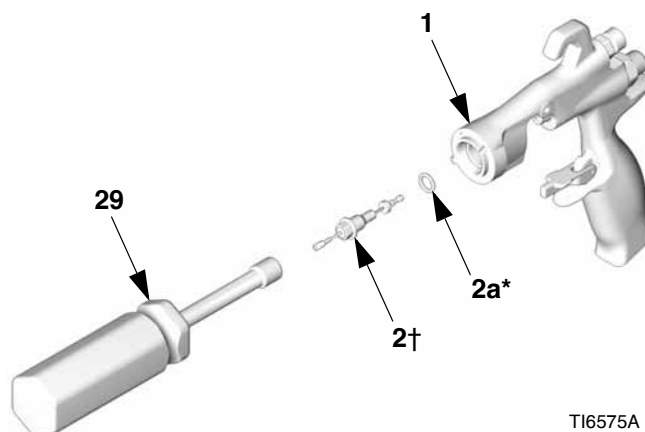
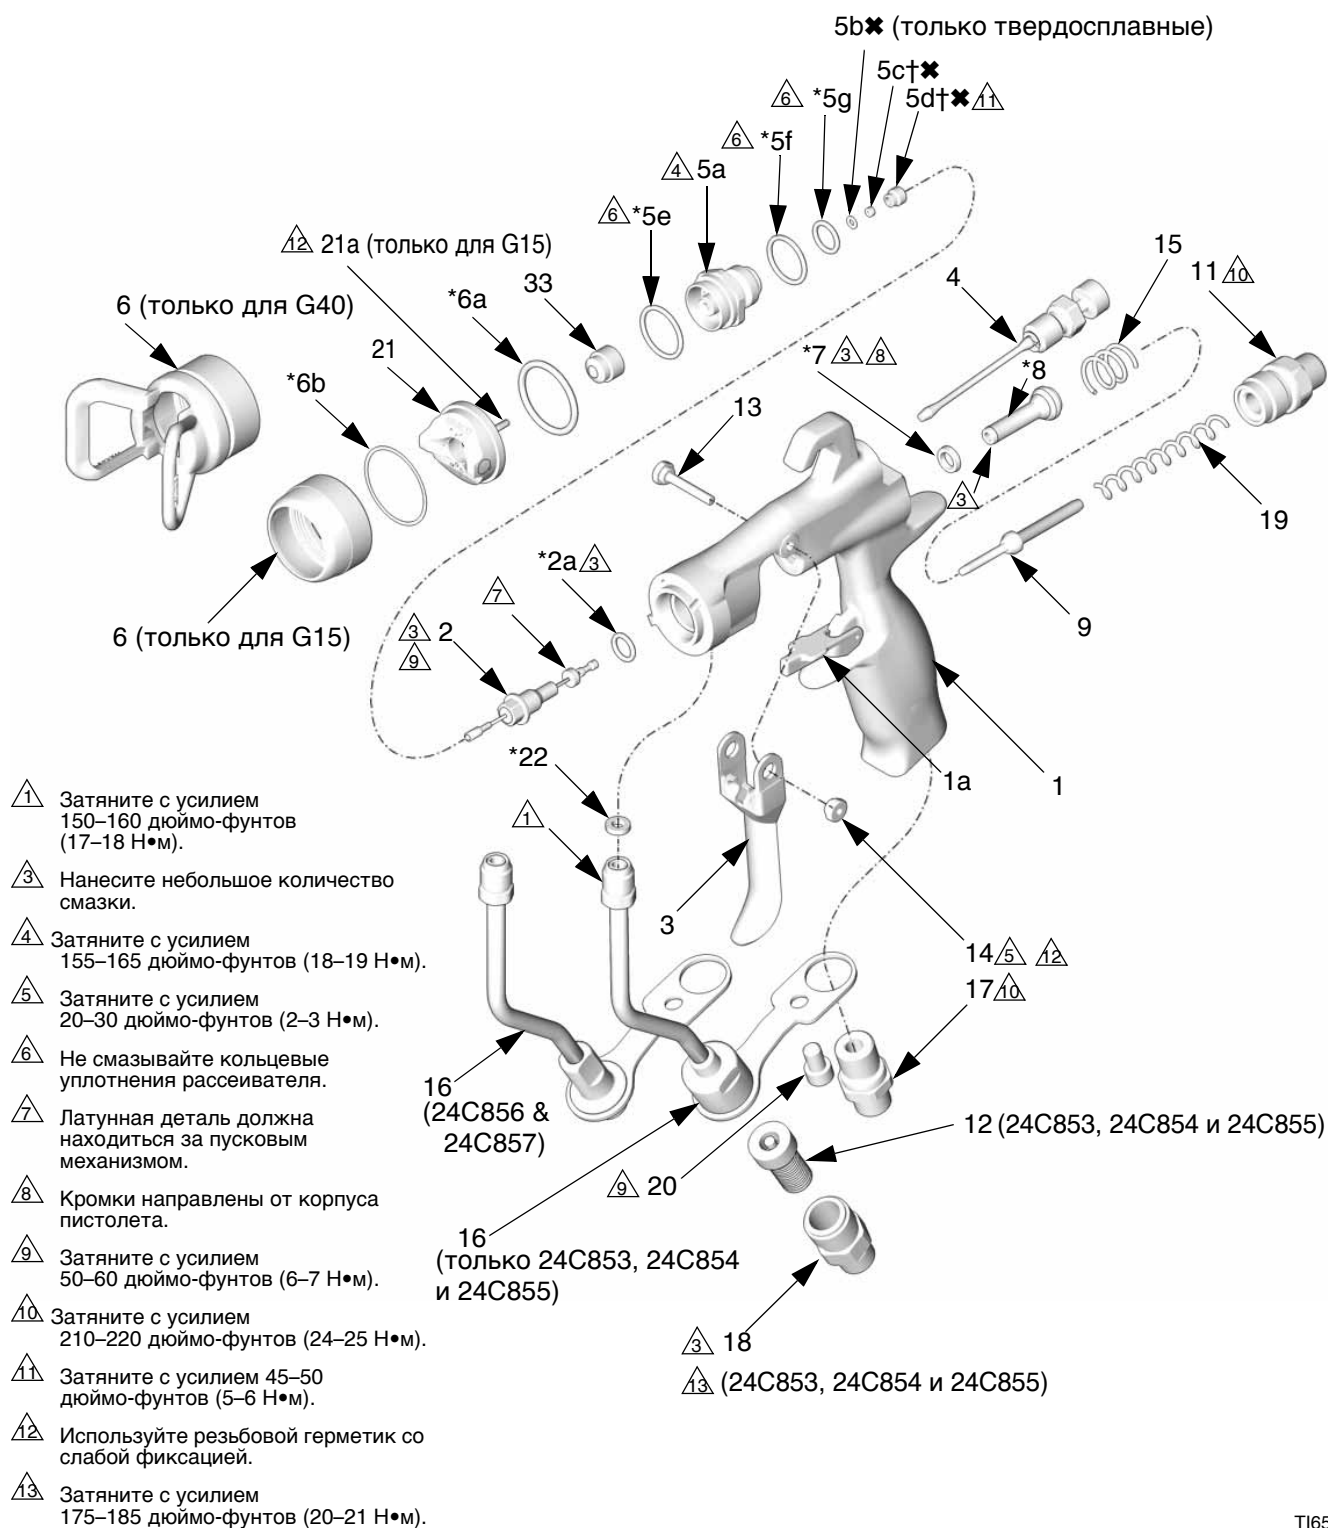

Рис. 42
Рис. 43
1. Установите прокладку трубки (22\*) в пистолет. Затяните вручную соединение трубки (С) на входном патрубке пистолета для жидкости. Затяните вручную входной патрубок для воздуха (17) и винт (20). Затяните соединение трубки для жидкости с усилием 150–160 дюймо-фунтов (17–18 Н•м). Затяните входной патрубок для воздуха с усилием 210–220 дюймо-фунтов (24–25 Н•м). Затяните винт скобы трубки жидкости с усилием 50–60 дюймо-фунтов (6–7 Н•м). См. Рис. 43.
2. Установите проходной фильтр для жидкости (12) в основание трубки для жидкости. Закрутите входной патрубок для жидкости (18) на основании трубки. Затяните с усилием 175–185 дюймо-фунтов (20–21 Н•м). См. Рис. 43.
4. Нанесите смазку на переднюю сторону воздушного вентиля (8\*). Осторожно установите в пистолет с задней стороны, через уплотнение с u-образным сечением (7\*), насколько возможно. Не повредите уплотнение. См. Рис. 43.
5. Осторожно вставьте более тонкий конец стержня (9) в воздушный вентиль (8\*).
6. Установите две пружины (15 и 19). Закрепите тарелку пружины (11) с задней стороны корпуса пистолета. Затяните с усилием 210–220 дюймо-фунтов (24–25 Н•м).
7. Нанесите небольшое количество смазки на кольцевые уплотнения иглы и стержня в месте скольжения уплотнения. Убедитесь, что кольцевое уплотнение (2a\*) установлено на корпусе пистолета (1).
8. Установите иглу для жидкости (2) с передней стороны пистолета. С помощью гаечного ключа (29) закрепите иглу на корпусе пистолета (1) и затяните с усилием 50–60 дюймо-фунтов (6–7 Н•м). См. Рис. 42.
9. Установите пусковой механизм (3), палец (13) и гайку (14). Нанесите пасту препятствующую отворачиванию низкой фиксации и убедитесь, что латунная часть иглы (2) находится за пусковым механизмом. См. Рис. 43. Нанесите смазку на обе стороны пальца в местах контакта пускового механизма с пальцем и на втулку с обеих сторон пистолета в местах контакта пускового механизма с корпусом пистолета. Затяните гайку с усилием 20–30 дюймо-фунтов (2–3 Н•м).
10. Запустите пистолет, чтобы втянуть иглу, в то время как вы закрепляете рассеиватель (5) к корпусу пистолета (1) с помощью специального инструмента (30). Затяните с усилием 155–165 дюймо-фунтов (18–19 Н•м). После затягивания фланец будет касаться нижней части пистолета.
11. Прикрепите фиксирующее кольцо (6), воздушную головку (21) и распылительный наконечник (33).